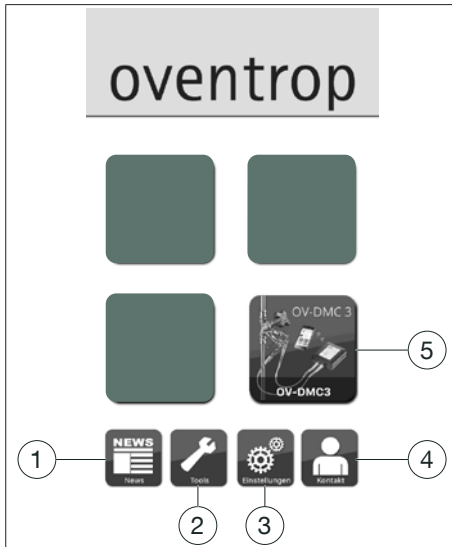

Fig. 1: Página de inicio
2. Seleccione el botón “OV-DMC 3” (véase Fig. 1 en página 25).